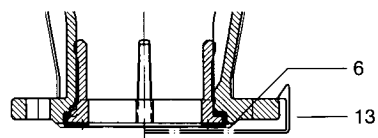

Abb. 1
1.1 Vor dem Aufsetzen auf die Rohrleitung Schutzkappe (13) entfernen (Abb. 1). Gegebenenfalls Rücksendung an:
1.2 Dichtring (6) ist werkseitig eingepreßt und dient als Abdichtung zum Rohrleitungsflansch. Keine Zusatzdichtung notwendig! (Abb. 1).